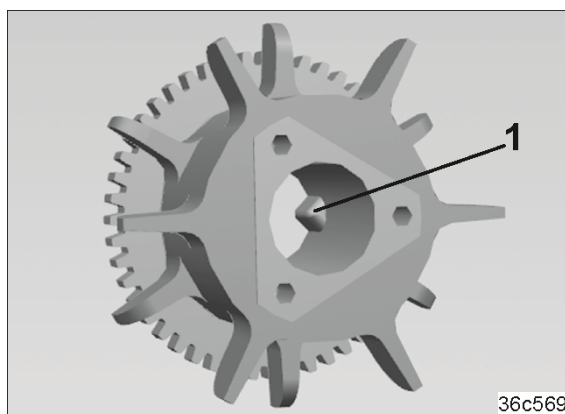

Fig. 253
9. Îndepărtați piesa de antrenare triunghiulară (Fig. 253/1) a discurilor de distribuție pentru fasole, care trebuie deconectate ulterior, pentru crearea cărilor tehnologice.
Piese de antrenare triunghiulare (Fig. 253/1) ale celorlaltor discuri de distribuție pentru fasole se angrenează în degajarea axului de distribuție.